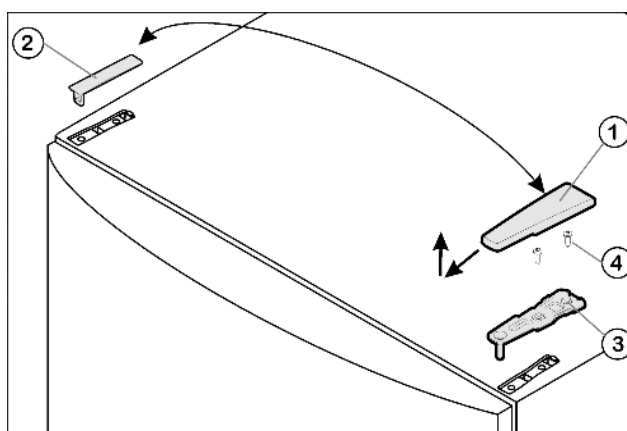

Fig. 4
- ▶ Потяните крышку Fig. 4 (1) вперед и вверх.
- ▶ Снимите крышку Fig. 4 (2).
- ▶ Открутите верхний опорный кронштейн *Fig. 4 (3)* (2 шт. Torx® 25) *Fig. 4 (4)* и вытяните вверх.
- ▶ Установите верхний опорный кронштейн Fig. 4 (3) на новой стороне шарнира и защелкните в дверце.
- ▶ Привинтите верхний опорный кронштейн (**с моментом 4 Нм**)(2 шт. Torx® 25) Fig. 4 (4). При необходимости проделайте отверстия или используйте аккумуляторную отвертку.
- ▶ Наденьте и защелкните крышку Fig. 4 (1) и крышку Fig. 4 (2) на противоположной стороне снаружи.